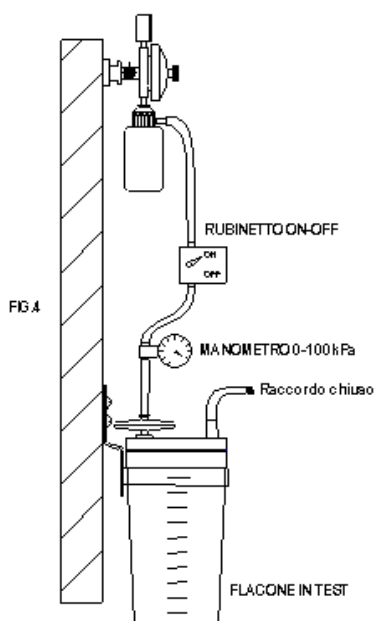

FIG. 4
*Applicare al dispositivo un vuoto pari a 40kPa (vedi fig. 4). Chiudere il rubinetto e, dopo 10 secondi, verificare la variazione di pressione sul manometro. L'aumento di pressione non deve superare i 3,3kPa (dopo 10 secondi). S'intende aumento di pressione perché si parla di pressioni negative. In pratica, sul manometro la pressione non deve risultare superiore a -40 + 3,3kPa. In caso di non superamento del test è necessario sostituire il flacone interamente.*